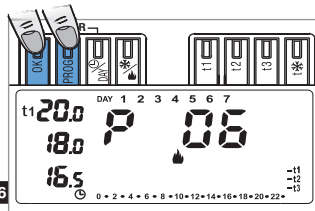

Fig.26
- Premere ripetutamente il tasto **PROG** sino a quando sul display apparirà la scritta **P 06**, quindi confermare premendo il tasto **OK** (Fig.26).